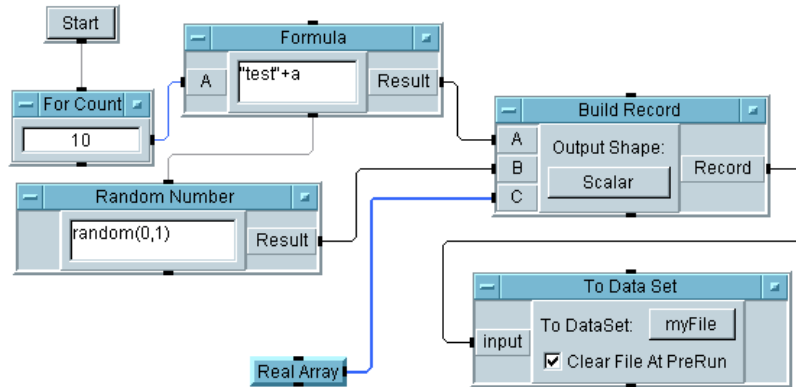

図 5-14. Record から成る配列の DataSet への保管方法
8. プログラムを実行します。図 5-14 に示すように、10 個のレコードから成る配列が myFile という名前の DataSet に書込まれます。